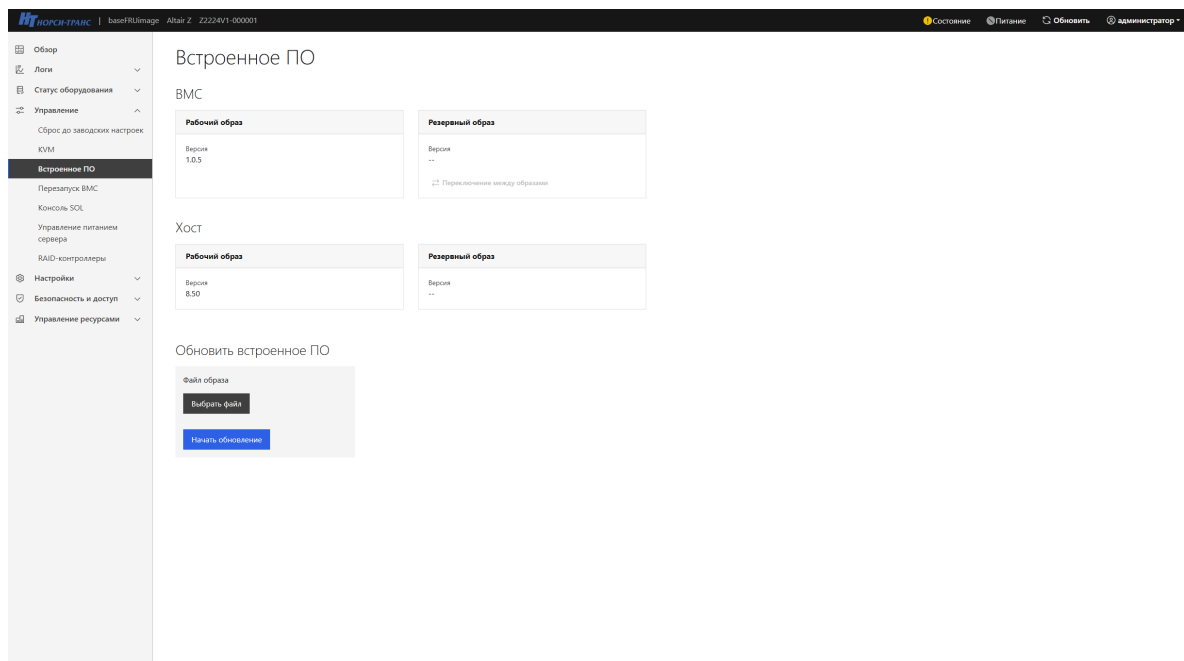

Рис. 54. Окно «Встроенное ПО»
- 2) Пройдите во вкладку «Управление» → «Встроенное ПО». Окно показано на рис. 54 Окно «Встроенное ПО»